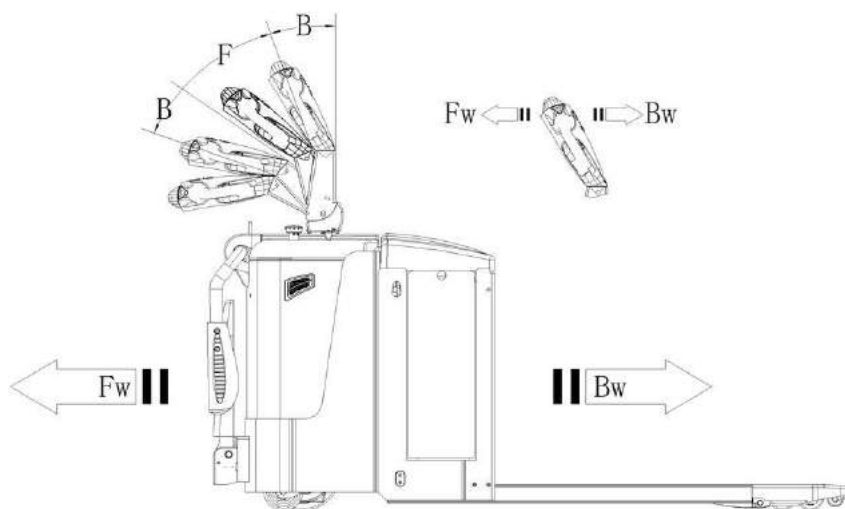

Рис. 9: Направления движения
После того, как ключ запуска (рис. 1, поз. 10) повернут в положение ON (или введен код на ПИН-панели) и аварийная кнопка поднята, переведите ручку управления в рабочее положение («F», рис.9).
Отклоните маховики управления в нужном направлении «вперед» («Fw», рис. 9) или «назад» («Bw», рис. 9).
- Тележка тормозит, если ручку управления перевести в верхнее или нижнее положение к точкам торможения («В», рис. 9). При отпускании рукоятки управления автоматически возвращается в верхнее положение к точке торможения («В», рис. 9). Тележка будет тормозить, пока не остановится.
- Кнопка противоотката (безопасности) (рис. 1, поз. 1) защищает оператора от получения повреждений и травм. Если эта кнопка включена, тележка притормаживает и/или начинает движение в противоположном направлении («Вw», рис. 9) на небольшое расстояние и останавливается. Необходимо помнить, что эта кнопка действует, даже если тележка не едет, но ручка управления находится в рабочем положении.